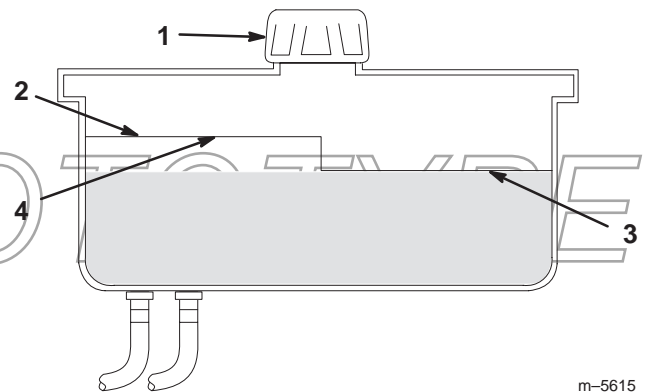

Figure 43
2. Nettoyez la surface autour du goulot de remplissage du réservoir hydraulique (Fig. 43).
3. Enlevez le bouchon du goulot de remplissage et vérifiez si le réservoir contient du liquide (Fig. 43).
- Remarque :** Lorsque l'huile est chaude, le niveau de liquide doit atteindre le haut du repère **à chaud** sur le déflecteur (Fig. 43).